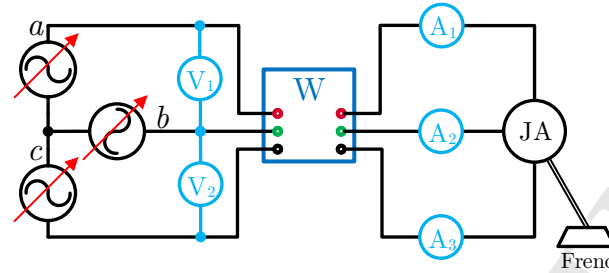

Figura 2: Diagrama de conexiones para la prueba de rotor fijo de la máquina de inducción tipo jaula de ardilla.
1. Armar el circuito mostrado en la Figura 2.